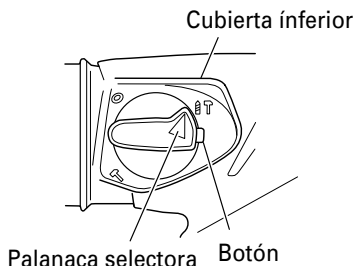

Fig. 6
(1) Cambio a "rotación + martilleo"
- (b) Alinee la marca ▲ de la palanca selectora y **⚡** del sujetador de palanca, tal como se muestra en la Fig. 6.